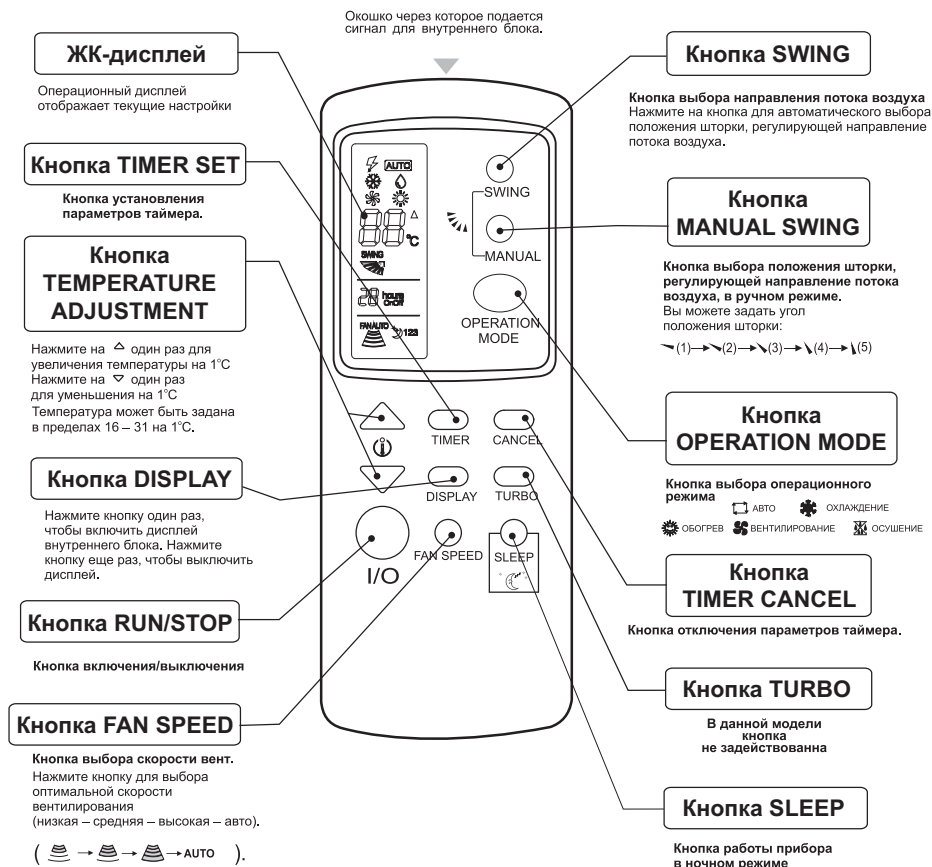

Рис. 7.2
7.2.1 Для управления кондиционером применяется ИК-пульт рис. 7.2.
7.2.3 Пульт и знаки индикации рис. 7.2.